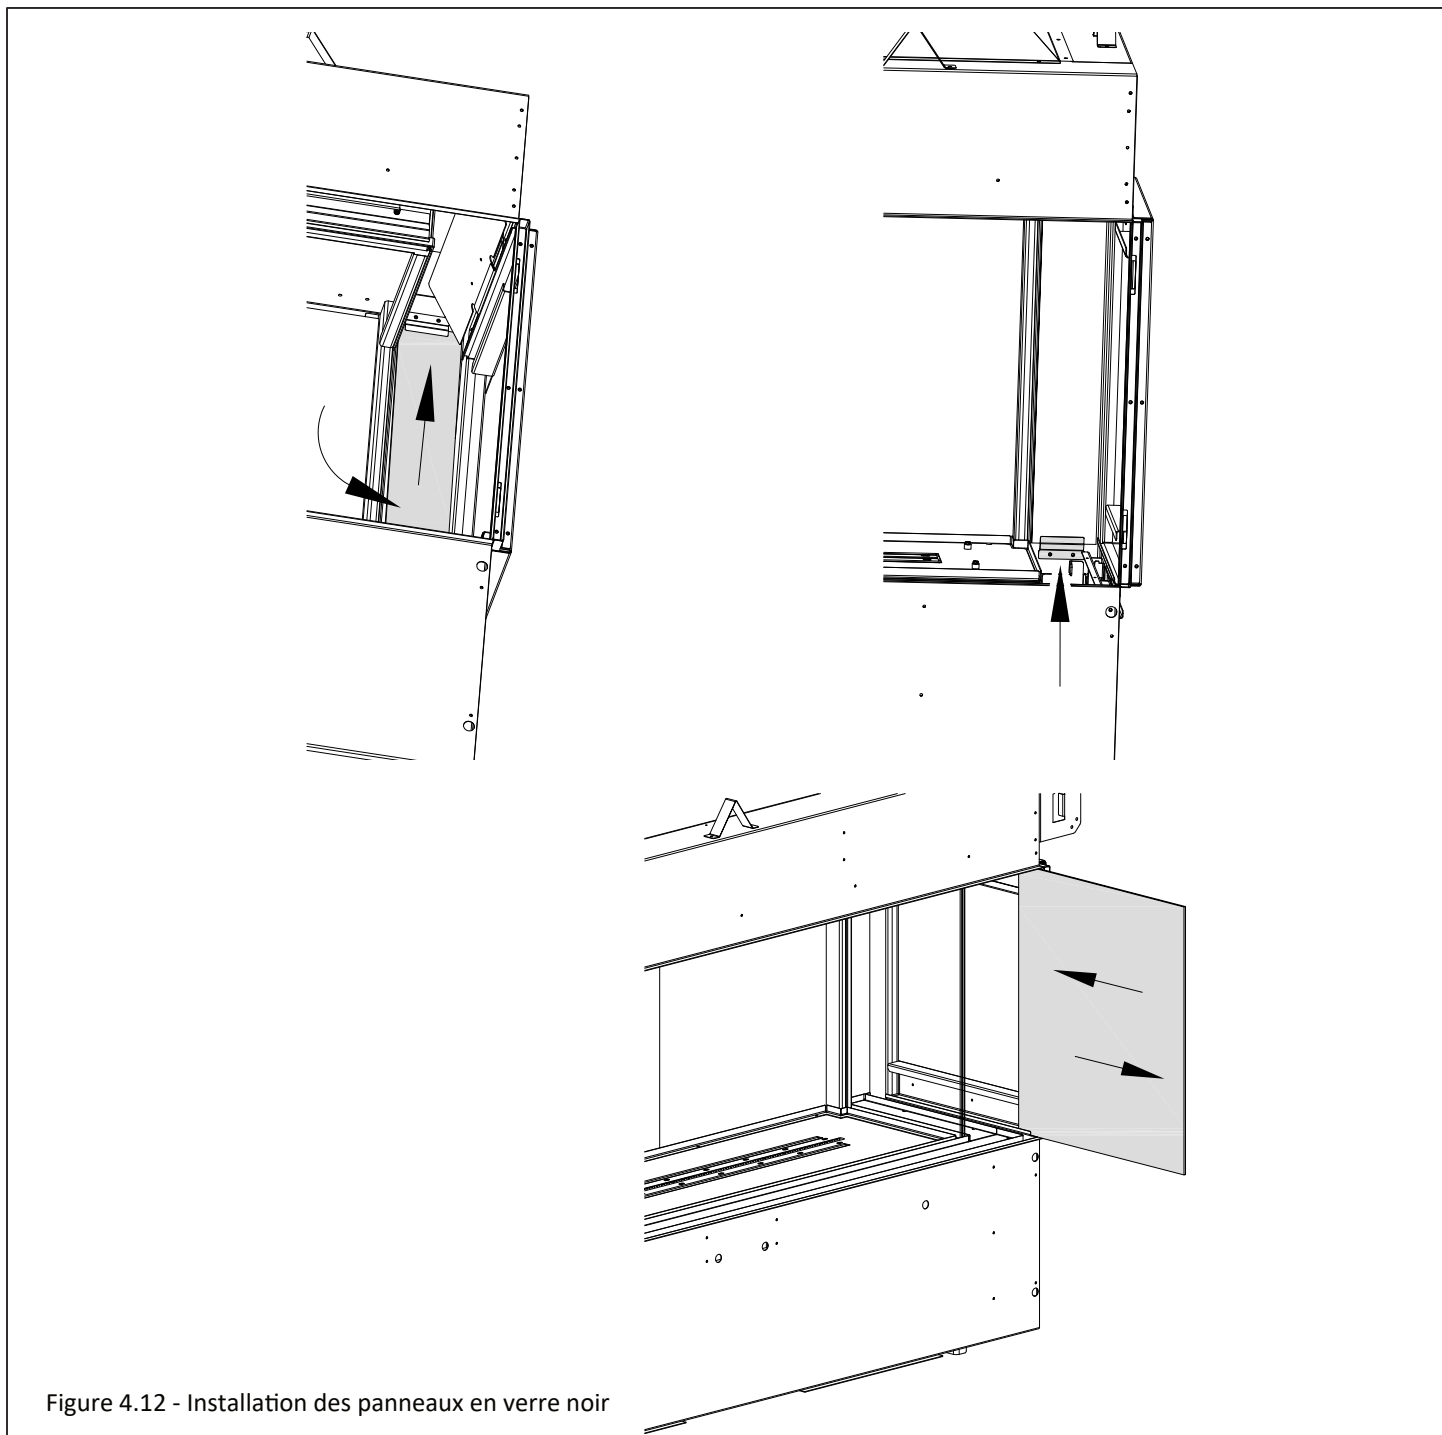

Figure 4.12 - Installation des panneaux en verre noir
3. Installez les (2) panneaux arrière périphériques (extérieurs) en verre noir, en les inclinant de côté, jusqu'à ce qu'ils soient placés à l'arrière du foyer, tel que montré à la Figure 4.12 (au haut à gauche). Insérez le bord supérieur de ces panneaux dans le clip supérieur pré-installé pour panneau périphérique, puis pivotez-le en place. Tout en tenant en place le panneau en verre noir, utilisez le clip pour panneau périphérique fourni et fixez-le au bas du panneau en verre noir avec (2) vis à métal, tel que montré à la Figure 4.12 (au haut à droite).
4. Installation en coin seulement: Installez un panneau latéral en verre noir en le glissant en place, tel que montré au bas de la Figure 4.12.